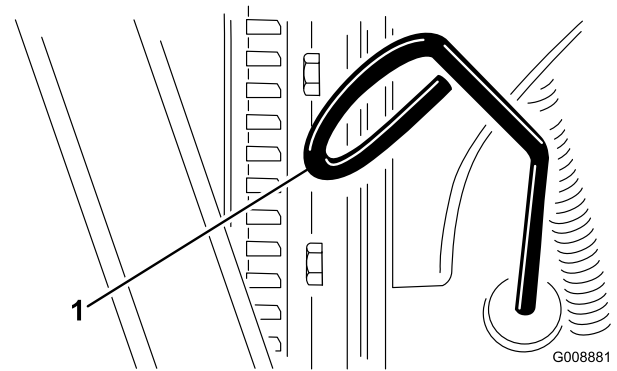

Bild 17
2. Nehmen Sie den Peilstab (Bild 17) heraus und wischen Sie ihn mit einem sauberen Lappen ab.